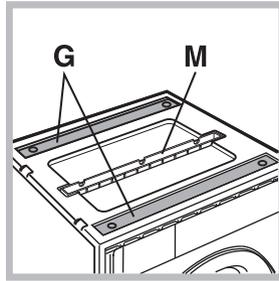

Fig. 10
- à l'intérieur du couvercle en polystyrène (fig. 10) : 2 traverses (G); 1 listel (M).
- à l'intérieur du tambour : 4 pieds supplémentaires (H); 4 vis (I); 4 vis (R); 4 écrous (L); 2 supports pour la base (Q).